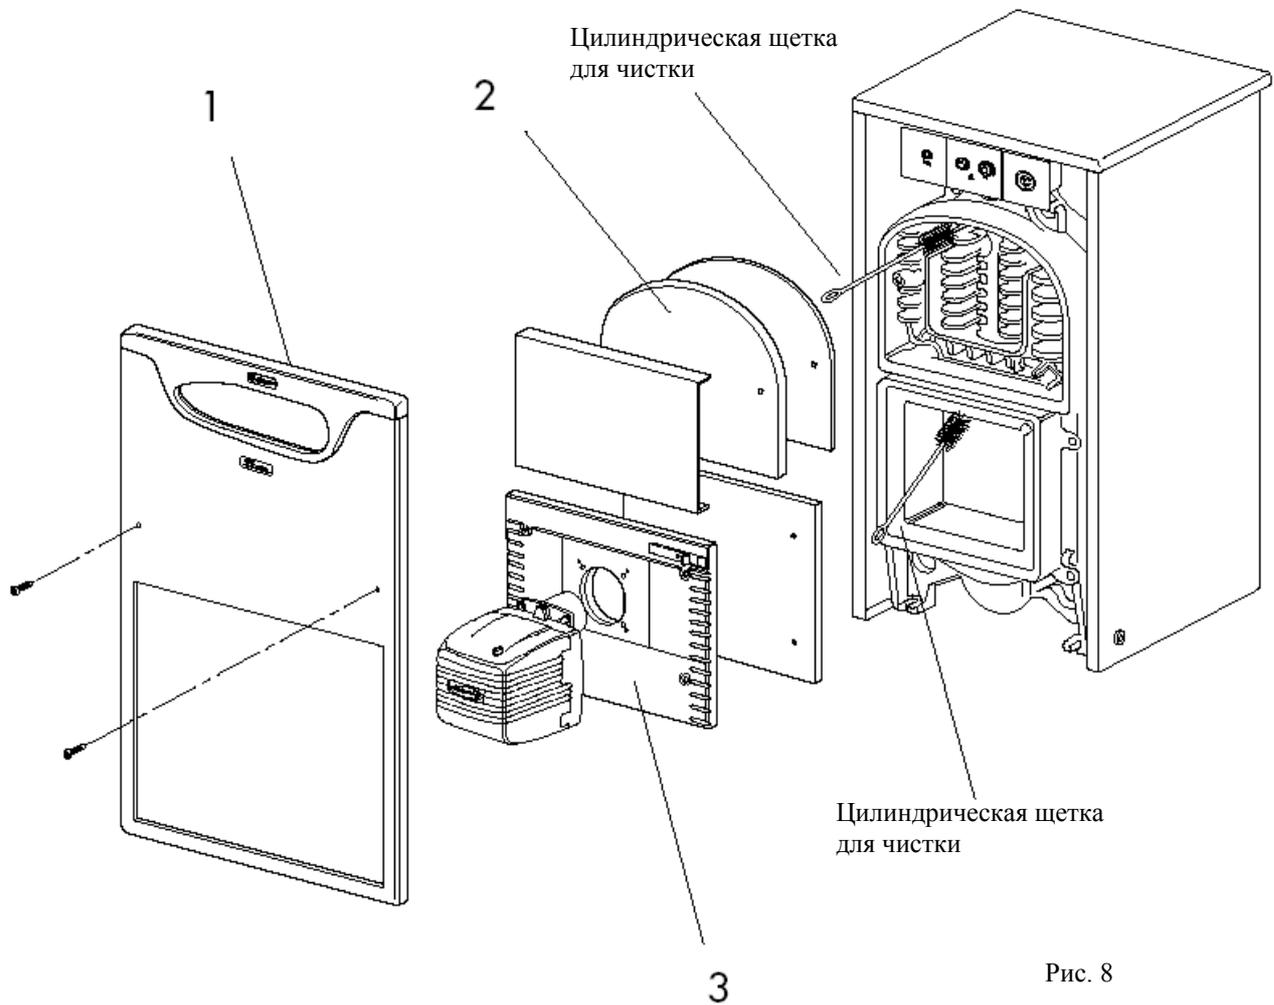

Рис. 8
- Снимите панели 1, 2 и 3 (рис. 8).